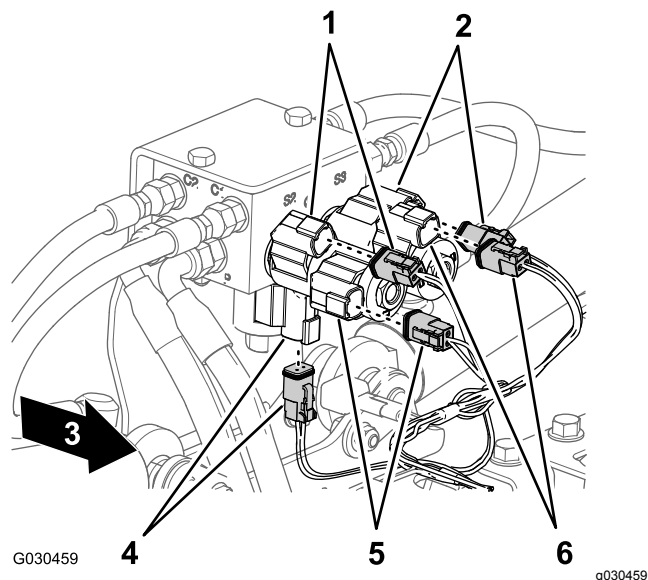

Figura 57
4. Nella parte posteriore della macchina, scollegate i seguenti 2 connettori a 2 prese (Figura 57) per il collettore del cilindro di sollevamento come segue: